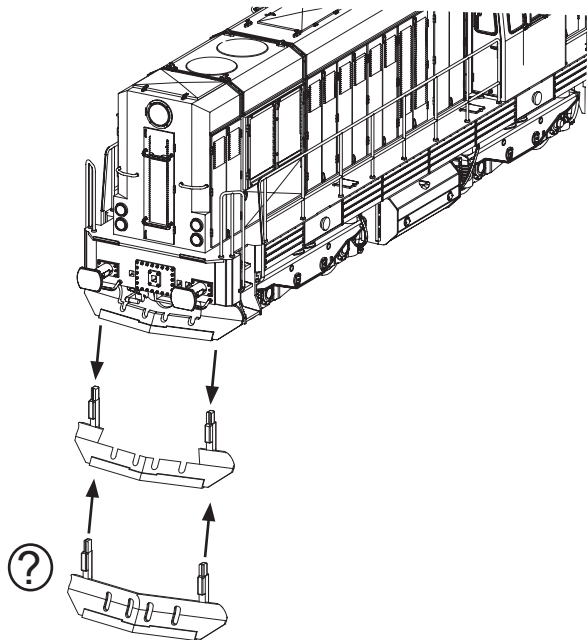

Fig. 3
**2. Schmierung:** Versehen Sie die im Schmierplan in Fig. 5 gekennzeichneten Stellen mit nur **kleinen Öltropfen**. Dazu zuerst das Lokgehäuse abnehmen (Fig. 3). Wir empfehlen den **ROCO Öler Art.-Nr. 10906**. Fürs Schmieren der Getriebeteile (Zahnräder, Schnecke) empfehlen wir das **ROCO-Spezialfett Art.-Nr. 10905**. Im Falle der Schmierung diese Teile **nicht ölen**.
**Mehrzugbetrieb:** Zuerst Lokgehäuse abnehmen (Fig. 3). Danach den Brückenstecker aus der Schnittstelle entfernen (diesen sorgsam aufbewahren). Danach den Stecker des Decoders lagegerecht einsetzen (Fig. 7).
**2. Lubrication:** Apply **tiny oil drops** to spots marked in fig. 5. Prior to lubrication dismantle locomotive (fig. 3). We recommend using item no. **10906, Roco oiler**. For lubrication the gearparts (e.g. cogwheels, worm) we would recommended our Roco **special grease** (item no. **10905**).
**2. Graissage:** N'appliquez **qu'une tout petite goutte** aux endroits indiqués par le plan de graissage (fig. 5) après avoir démonté la caisse de la locomotive (fig. 3). Nous vous recommandons **le graisseur à huile Roco réf. 10906**. Pour graisser les engrenages (roues dentées, vis sans fin) nous vous conseillons la **graisse spéciale Roco réf. 10905** pour engrenages en matières synthétiques. Lorsque vous utilisez cette graisse il faut éviter d'huiler ces composants.
voir } Fig.3